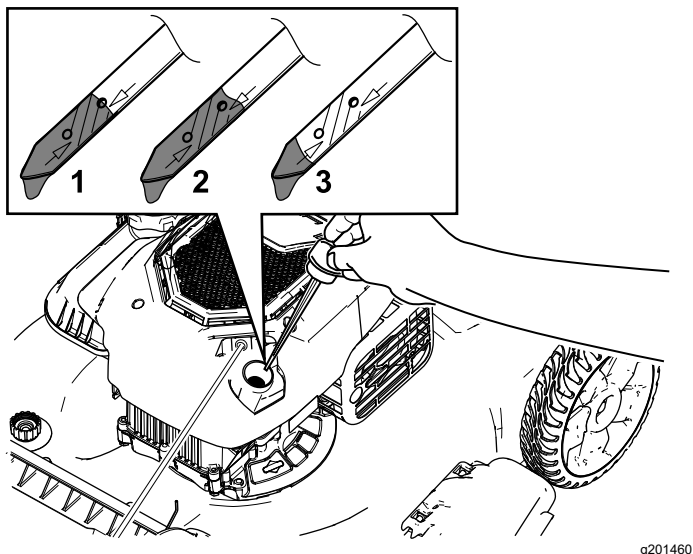

Figura 27
3. Retire la varilla girando el tapón en el sentido contrario a las agujas del reloj y tirando del mismo (Figura 27).
10. Observe en la varilla el nivel de aceite (Figura 27).